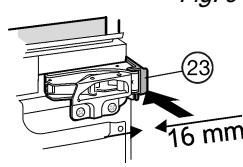

Fig. 10
- ▶ Afstandhouder Fig. 10 (23) op de bovenste en afstandhouder Fig. 6 (24) op de onderste scharnieren vastklikken.